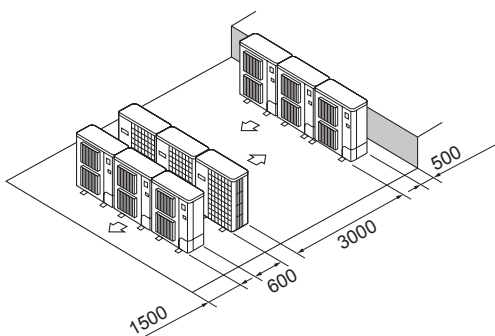

Fig. 2-17
- ⑥ Keliose eilėse lygiagrečiai montuojamų įrenginių išdėstymas (Fig. 2-17)